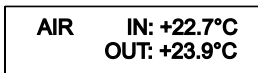

Рисунок 29 – Температура воздуха на входе и выходе системы
2.3.4.1 В данном разделе на экране циклически отображаются следующие блоки сообщений (рисунок 29—35):